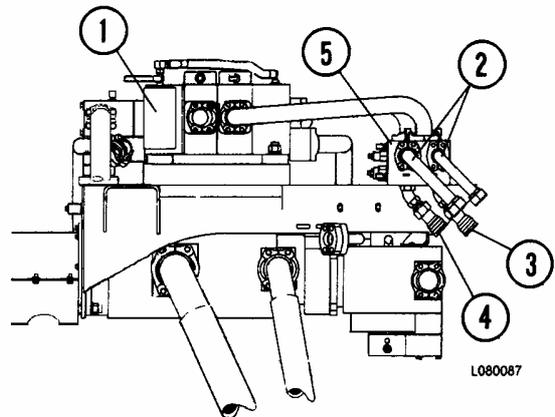

FIGURA 30-1 MÓDULO DE LA BOMBA, CONEXIÓN DE LA MANGUERA
En el ejemplo que se muestra a continuación, la Figura 30-1 ilustra una conexión típica desde el camión en buenas condiciones. El camión inhabilitado puede ser otro Modelo 930E o un modelo Komatsu diferente.
1. Con el camión en buenas condiciones estacionado lo más cerca posible del camión con problemas, instale una manguera desde la desconexión rápida de **subida** (4, Figura 30-1) al circuito de **bajada** de la tolva del camión con problemas. La manguera debe tener una capacidad nominal que soporte una presión de 17.000 kPa (2500 psi) o superior.
2. Conecte otra manguera desde la desconexión rápida de **bajada** (3) hasta el circuito de **subida** del camión con problemas.
*NOTA: Si ambos camiones son modelo 930E, las mangueras se instalarán en las desconexiones rápidas que se muestran en la Figura 30-1 y se cruzarán cuando se conecten.*